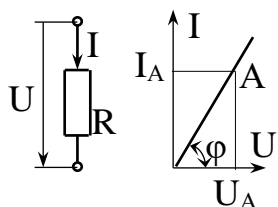

Рис. 3.2. ВАХ резистора
**Резистор** - линейный элемент, его ВАХ - линейная функция, соответствует закону Ома (рис. 3.2).